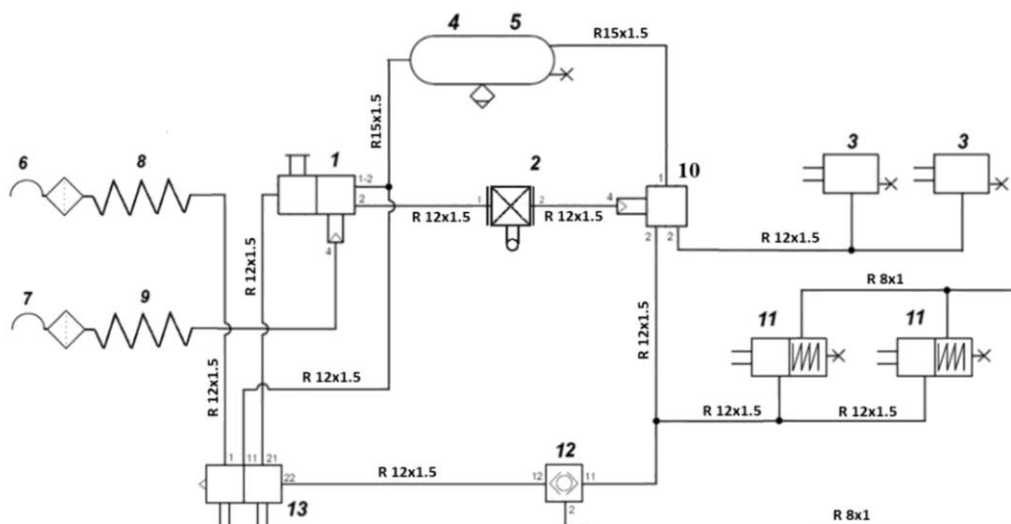

Рисунок 12. Двухпроводная пневматическая тормозная система с ALB
Навозоразбрасыватель оснащен 2-проводной пневматической тормозной системой с ALB (с автоматическим регулятором силы торможения) – рисунок 12. Тормоз приводится в действие с места водителя путем нажатия на педаль тормоза трактора. Пневматический управляющий клапан (1) активирует тормоза навозоразбрасывателя одновременно с тормозами трактора. В случае непредвиденного отсоединения проводов (8), (9) управляющий клапан автоматически активирует тормоза машины. В случае этой системы клапан ALB (2) автоматически и бесступенчато регулирует тормозную силу на колесах навозоразбрасывателя в зависимости от уровня заполнения кузова.